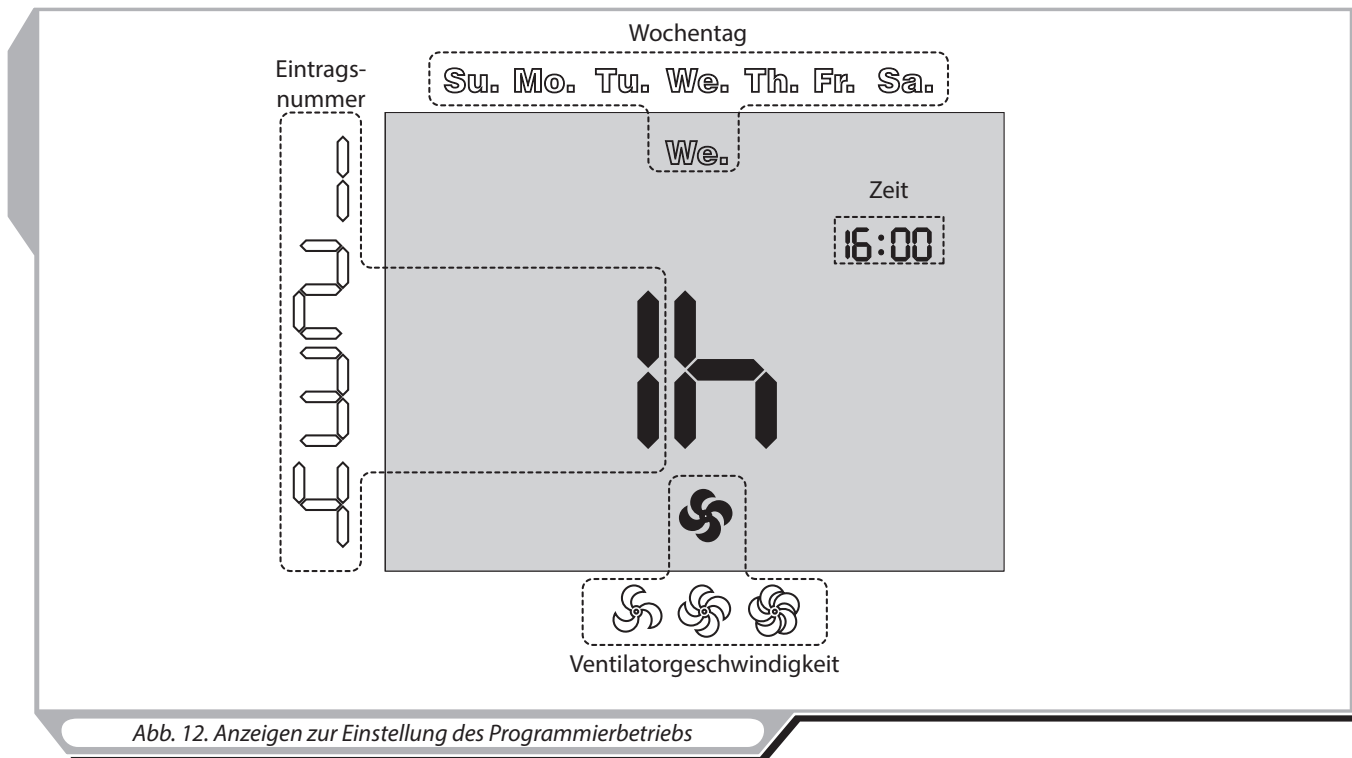

Abb. 12. Anzeigen zur Einstellung des Programmierbetriebs
- Die Einstellparameter des Programmierbetriebs, Abb. 12: